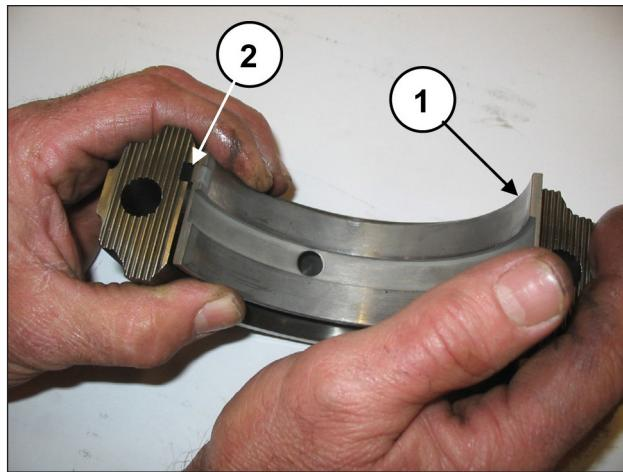
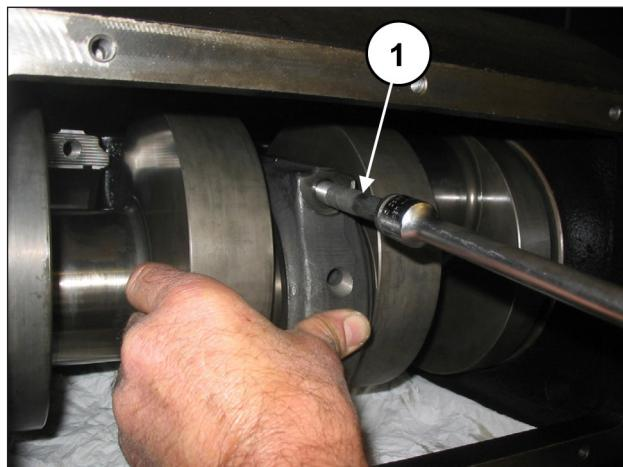

图 59
图 60
将下半轴承安装到连杆帽上(位置①, 图 59), 确保半轴承的基准平键定位在连杆帽的专用底座中(位置②, 图 59)。将连杆帽固定到半连杆, 可使用螺丝M12x1.25x87(位置①, 图 60)。